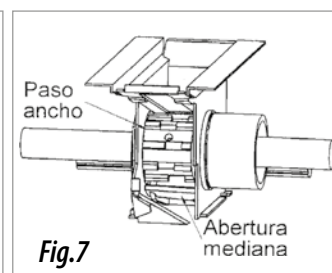

Fig.7
- Paso ancho, dentado al tresbolillo, para semillas normales y grandes (figs. 7 y 8).